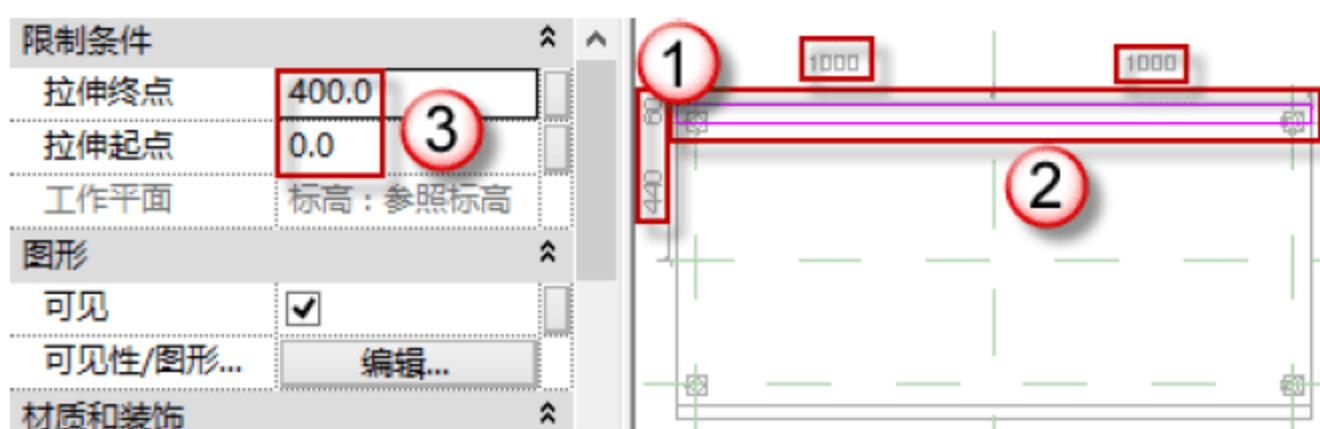

图 8.2.10 绘制挡板
(10) 挡板 (是长度为 2000mm, 厚度为 60mm, 高度为 400mm 的板)。返回到“楼层平面-参照标高”平面, 按快捷键 C+O 绘制参考线。选择“创建”→“拉伸”→“矩形框”命令, 绘制图框, 在“属性”面板中编辑“拉伸起点”和“拉伸终点”的数值 (0, 400), 然后单击 √ 按钮, 如图 8.2.10 所示。